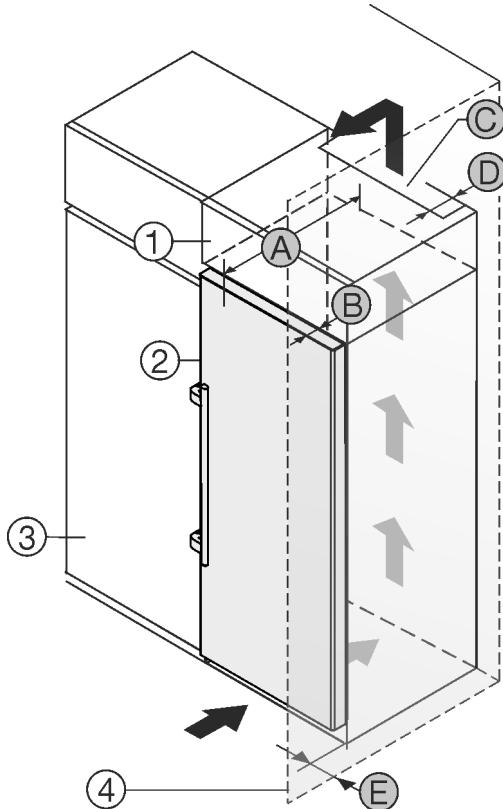

Fig. 2
您可以将冰箱直接放置在餐具柜 Fig. 2 (3) 旁边。*
在附加柜背面必须有一个竖风道，其深度 Fig. 2 (D) 应超过整个附加柜宽度。*
盖板下必须保有通风横截面 Fig. 2 (C)。*
如果将带铰链的冰箱放置在墙壁 Fig. 2 (4) 边，冰箱和墙壁必须至少相距 57 mm。这取决于冰箱门打开时把手与墙壁的距离。*
为了能完全打开门，冰箱必须凸出橱柜正面一定门深度 Fig. 2 (B)。根据餐具柜 Fig. 2 (3) 的深度，使用壁距调整垫片可以使冰箱更为凸出。*